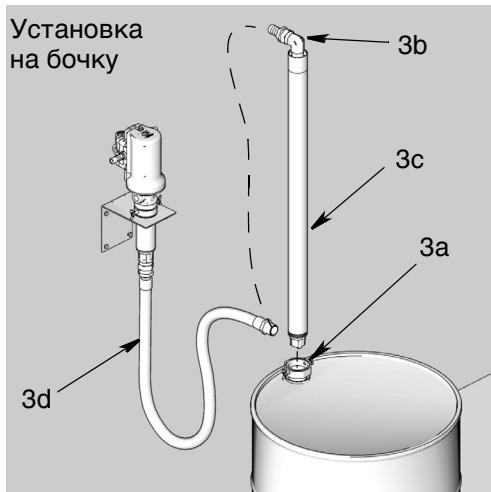

Рис. 6
5. Вверните переходник втулки (3a) в отверстие на крышке бочки или транспортировочного контейнера. Надежно затяните рукой (Рис. 6).
1. Установите верхнюю скобу IBC (9) на контейнер IBC (Рис. 6).